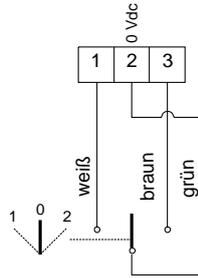

Abb. 13
- 1. - 2. - 3. Anschluß Wahlschalter der Betriebsarten (Abb. 1 - Pos. 12) gem. Abb. 13
Für den elektrischen Anschluß des Wahlschalters wird auf Abb. 13 verwiesen.